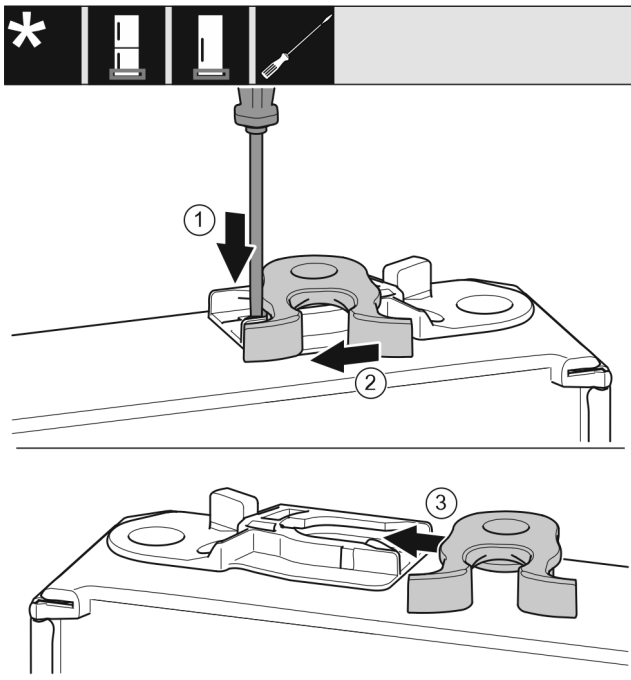

Fig. 18
- Presione la lengüeta hacia abajo con el destornillador para tornillos de cabeza ranurada. Fig. 18 (1)
- Extraiga el gancho de cierre de la guía. Fig. 18 (2)
- Introduzca el gancho de cierre en el otro lado en la guía. Fig. 18 (3)